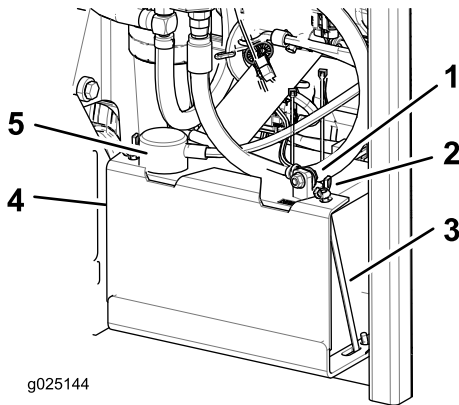

Figura 40
3. Primero desconecte el cable negativo (negro) del borne negativo (negro) de la batería (Figura 40).
4. Retire la cubierta de goma roja del borne positivo (rojo) de la batería y retire el cable positivo (rojo) (Figura 40).
5. Retire las tuercas de orejeta que sujetan los ganchos (Figura 40).
6. Retire la abrazadera (Figura 40).
1. Coloque la batería en la bandeja, con los bornes frente al depósito de aceite hidráulico (Figura 40).
4. Fije los cables con 2 pernos, 2 arandelas, y 2 contratuercas (Figura 40).
6. Instale la abrazadera y sujétela con las tuercas de orejeta y los ganchos (Figura 40).